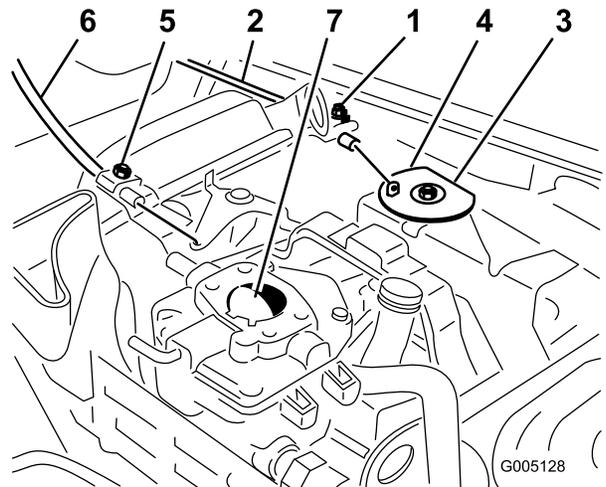

Figura 47
- Allentate la vite del serrafilo per cavi che fissa il cavo al motore (Figura 47).
- Tirate con forza il cavo dell'acceleratore finché il retro della parte girevole non viene a contatto con il fermo (Figura 47).
1. Allentate la vite del serrafilo per cavi che fissa il cavo al motore (Figura 47).
3. Tirate con forza il cavo dello starter finché la farfalla dello starter non è completamente chiusa, quindi serrate la vite del serrafilo (Figura 47).